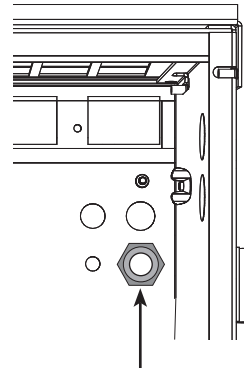

Fig. 1 Ubicación del troquelado
1. Use el martillo y el sacabocados para retirar el troquelado de 0,875 pulg. de la parte posterior del gabinete y conecte el pasamuros resistente al agua del gabinete incluido (consulte la Fig. 1). Ajuste con las llaves ajustables.